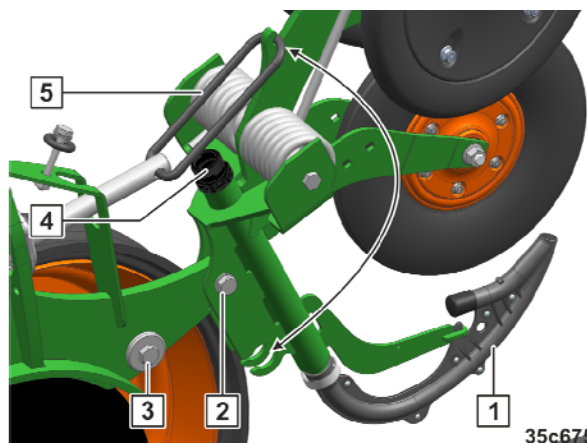

Fig. 315
6. Løsn og fjern skudrøret (Fig. 315/4).
7. Løsn boltene (Fig. 315/2).
8. Løsn boltene (Fig. 315/3).
9. Drej skærbagendeenheden i vedligeholdelsesposition, og sørg for at sikre den med bøjlen (Fig. 315/5).
10. Skudrøret (Fig. 315/1) er drejet ud af fureformeren.